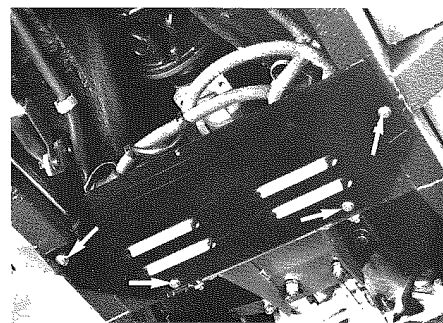

Fig. 27 - Smontaggio della paratia di protezione pompa
- Smontare la paratia di protezione pompe (**Fig. 27**).
- Remove pumps protection bulkhead (**Fig. 27**).